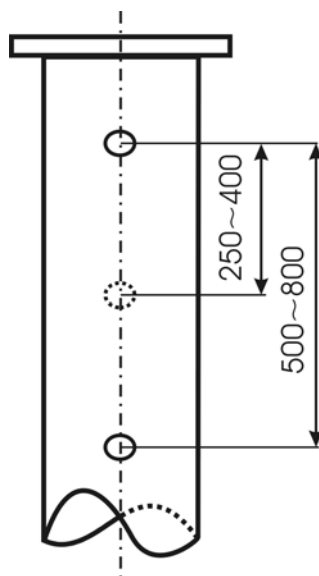

Рис.7.1. Расположение отверстий в направляющей трубе.
5. Для поступления продукта внутрь трубы, по всей её длине, на диаметрально противоположных сторонах проделываются одинаковые отверстия (рис.7.1.) с шагом $250\div 400\text{мм}$. Диаметр отверстий и шаг выбирается в зависимости от внутреннего диаметра трубы. Так, например, для трубы диаметром 80мм шаг должен быть равен 400мм, а диаметр отверстий не более 10мм; для трубы диаметром 200мм, шаг должен быть 250мм, а диаметр не более 20мм.